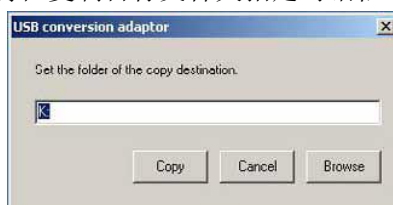
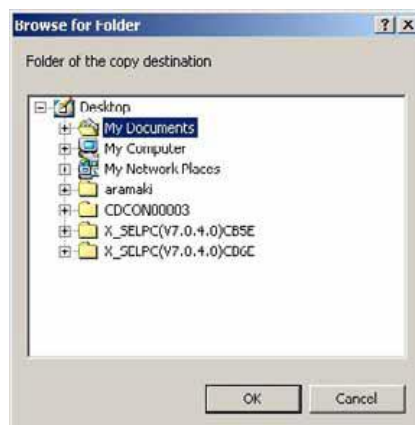

图 1.15 复制目标文件夹指定对话框
图 1.16 复制目标文件夹浏览对话框
③系统将询问驱动程序的安装路径。如果不需更改，请点击“复制”。如需变更，请手动输入或点击“参照”，指定复制目标文件夹。在复制目标文件夹浏览对话框（图 1.16）中点击需复制的目标位置的文件夹，选择后点击“OK”。点击“OK”后，复制目标文件夹浏览对话框（图 1.16）将关闭，所选的文件夹路径将在复制目标文件夹指定对话框（图 1.15）中显示。
- ⑥完成对话框（图 1.18）弹出后，请点击“OK”。完成对话框（图 1.18）将关闭。下一步点击目标文件夹指定对话框（图 1.15）中的“取消”。
目标文件夹指定对话框（图 1.15）将关闭。